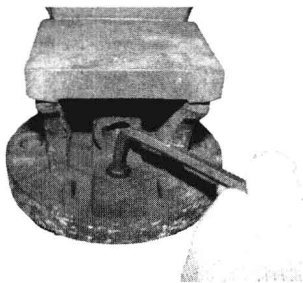

图 1-11 拆卸螺母
(2) 拆去螺母 3 上的紧固螺钉, 卸下螺母 3, 如图 1-11 所示。
(3) 逆时针转动两个手柄 4, 拆下固定钳身 7。